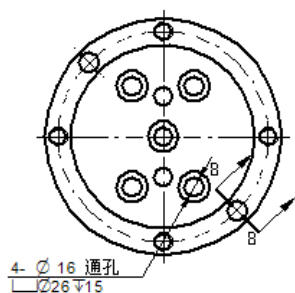

图 10.3.30 投影视图尺寸 1
(1) 单击“前缀”按钮 , 在  下面的文本框中输入“4-”; 在  文本框中输入“通孔”; 然后单击  下面的文本框, 依次单击  和  按钮, 输入“26”, 单击  按钮, 输入“15”, 标注图 10.3.30 所示的孔尺寸。